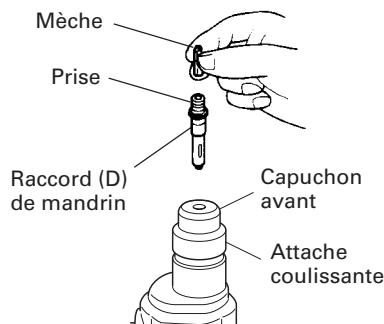

Fig. 11
- (1) Fixer le mandrin porte-foret sur le raccord.
- (2) L'élément de la tige SDS est identique au foret de perçage. Se reporter à "Montage du foret de perçage" pour le fixer.
4. Lors du vissage des vis machine (Fig. 11)
- Ne pas essayer d'utiliser le marteau rotatif en fonction de rotation et percussion lorsque l'adaptateur de mandrin (D) et la pièce sont fixés.
5. Enfoncement de vis à bois (Fig. 11)